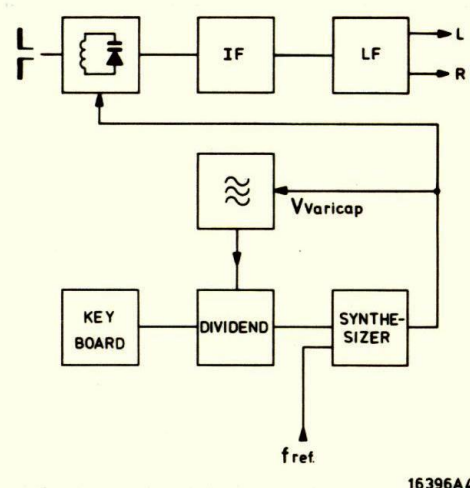

Fig. 1
- Het Mute 1-2 circuit is gewijzigd volgens fig. 1.
Algemeen (Fig. 1)